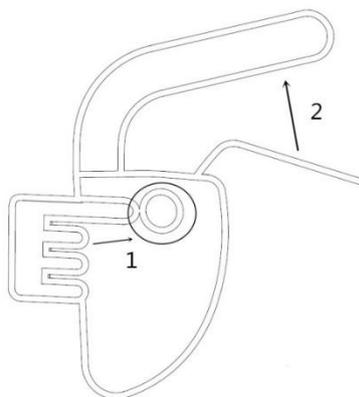

Рис.8
2. Включите культиватор, нажав на кнопку блокировки «1», нажмите на рычаг включения «2». После включения двигателя отпустите кнопку блокировки «1» (рис. 8)